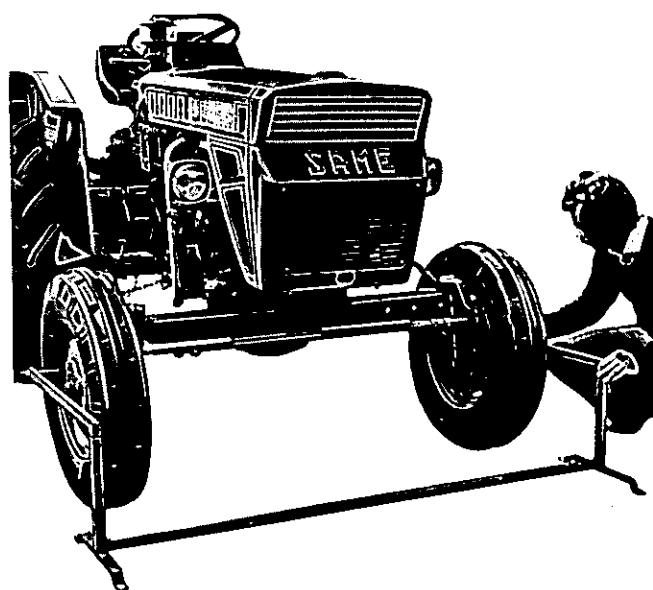

Fig. 128 - Controllo della convergenza mediante compasso.
- Controllare la convergenza, mediante apposito compasso Fig. 128 misurando la differenza tra due punti diametralmente opposti del cerchio sul piano orizzontale; qualora si dovessero riscontrare dei valori errati, manovrare il tenditore posto sul tirante registrabile di accoppiamento delle leve sterzo, fino a riportare la convergenza ai valori indicati in tabella.